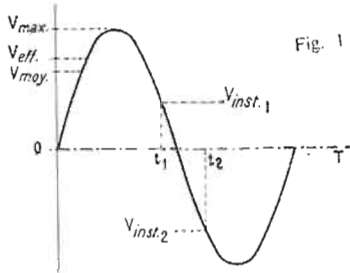

Fig. 1
L'alimentation. — L'alimentation du récepteur (Fig. 1, en bas), se compose de deux piles cylindriques de 1,5 V qui sont à brancher en série. Les tensions d'alimentation pour les parties horizontale, verticale et acoustique sont disposées séparément.
La figure 1 représente le cycle complet d'une tension alternative sinusôïdale. Nous pouvons distinguer plusieurs valeurs de la tension V :
d) On a introduit aussi la notion de **tension instantanée** V inst. C'est la tension en un point quelconque donné du cycle, point déterminé **par le temps**. Deux exemples sont montrés sur la figure 1 : V inst 1 au temps t₁ et V inst 2 au temps t₂.